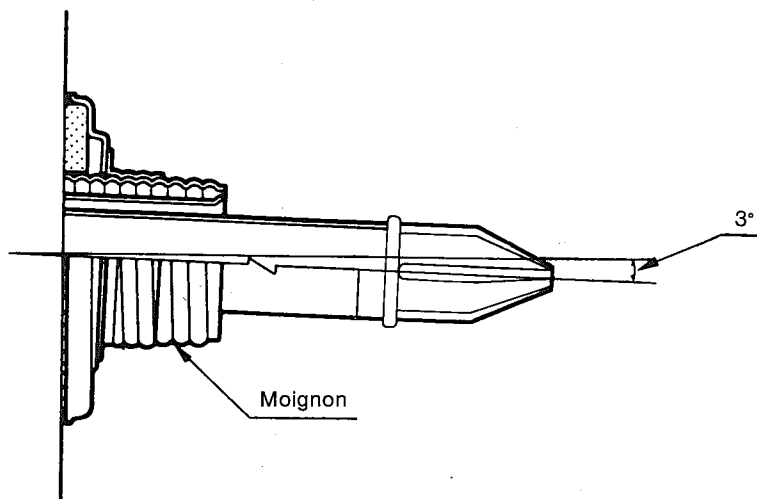

Fig. 12
- b. Réglez à l'extérieur la longueur du tuyau d'évacuation de sorte qu'il dépasse le moignon dans le mur. Laissez un espace libre d'environ 25 mm entre le bord du moignon et la première rangée de trous sur le tuyau d'évacuation (Voir fig.12).